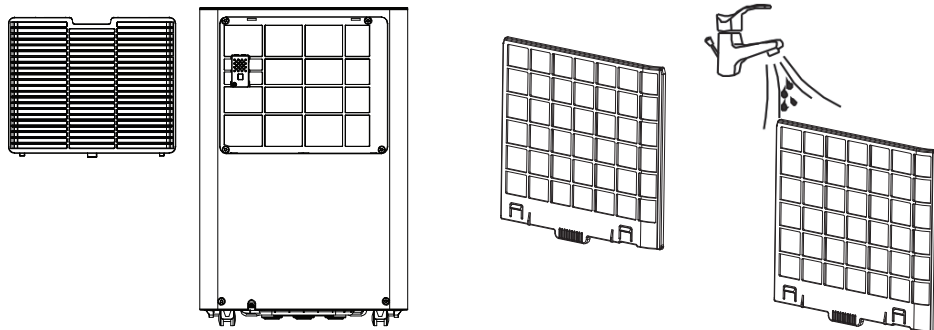

Рис. 5.
10. Чистка фильтра (Рис. 5). Достаньте фильтр, промойте его в мыльной воде, прополощите в чистой воде, высушите и вставьте на место. В среднем, необходимо проводить чистку фильтров не реже чем раз в две недели при постоянном использовании. иначе производительность прибора может снизиться.